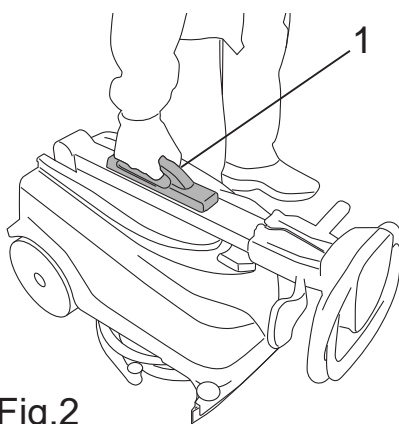

Fig.2
- Estrarre la macchina dall'imballo sollevandola dal manico (Fig.2-Rif.1), riporla sul pavimento.